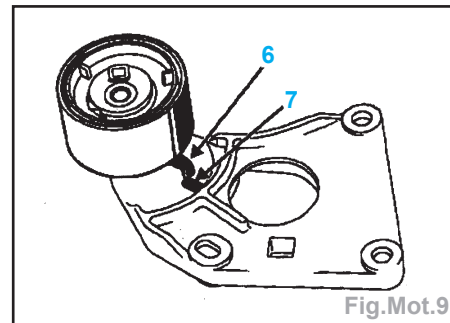

Fig.Mot.9
- Mettre l'ergot (6) dans la rainure (7) (Fig.Mot.9).